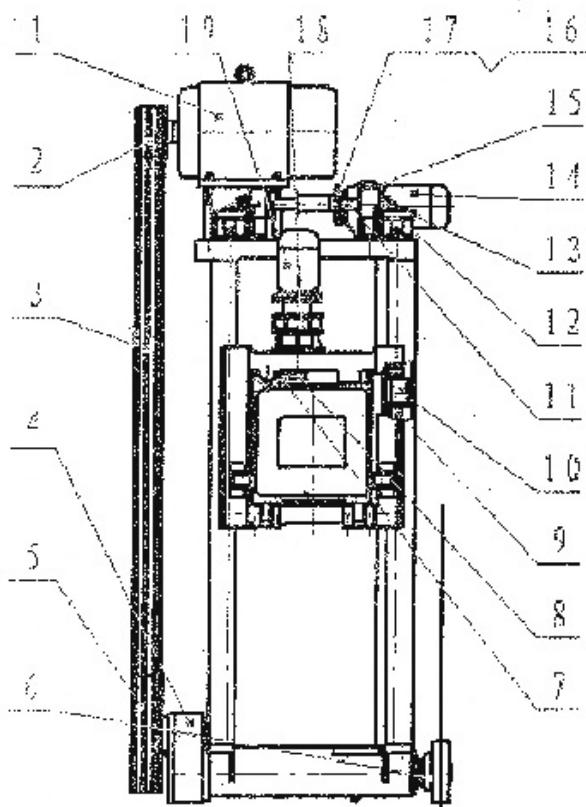

图 7 QJS260/3 传动机构
(二)、QJS260/3 型主要传动机构工作原理 (见图 7)
1、锯片旋转传动机构 (见图 7)
2、锯片进给传动机构 (见图 7)
3、锯片升降传动机构 (见图 7)